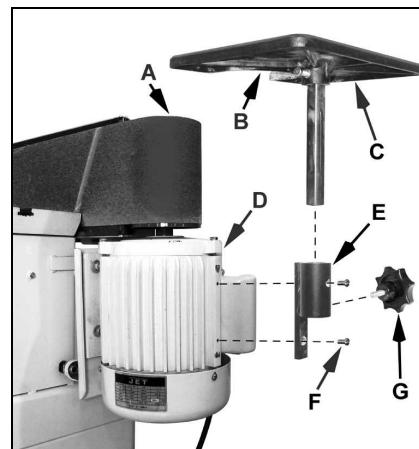

Fig 6
Montieren Sie den Auslegertischträger (E, Fig 6) mit 2 Innensechskantschrauben (F) seitlich am Motor.